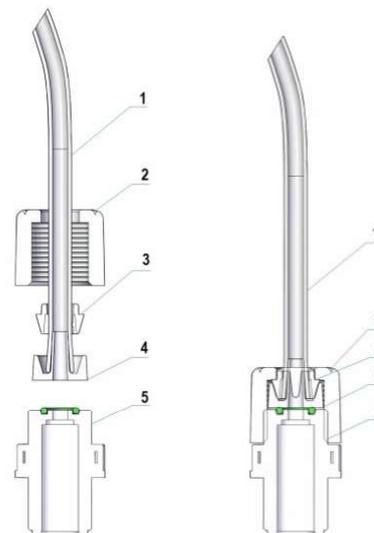

Fig. 4 – Подсоединение шлангов
1. Отсоединить вилку кабеля электропитания от сетевой розетки 220V или отключить питание двухполюсным выключателем с минимальным расстоянием между контактами 3 мм (Рис. 4)
1. Отсоединить пины от сетевой розетки или отключить питание двухполюсным выключателем с минимальным расстоянием между контактами 3 мм (Рис. 4)